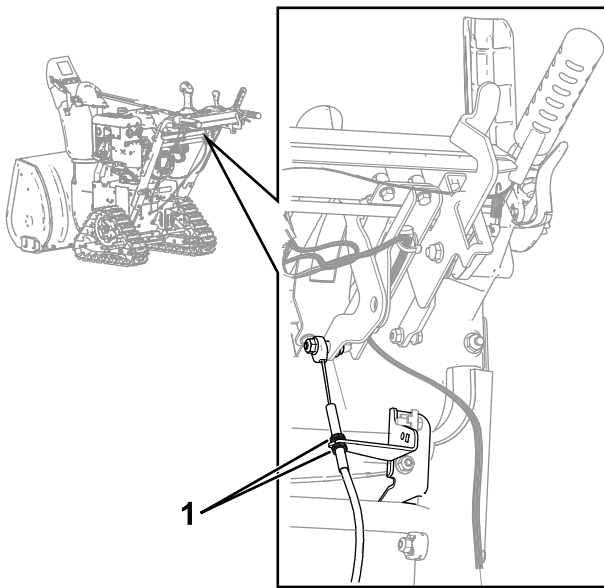

Figura 5
- B. Afloje las 2 tuercas del cable de velocidad por encima del soporte de la palanca selectora de velocidad, situado debajo del panel de control (Figura 5).